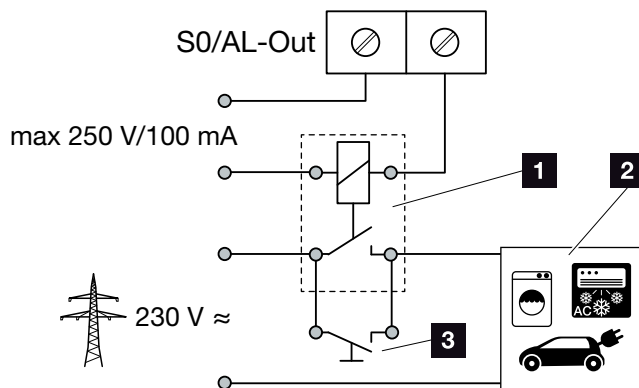

Fig. 54: Elektrisk tilslutning egetforbrug
1. Tilslut det eksterne belastningsrelæ fagligt korrekt ved tilslutningsklemme S0/AL-out.  **Fig. 54**